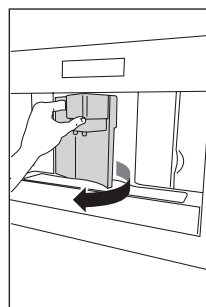

Fig. 23
- ▶ Ouvrir la porte de service (Fig. 23).